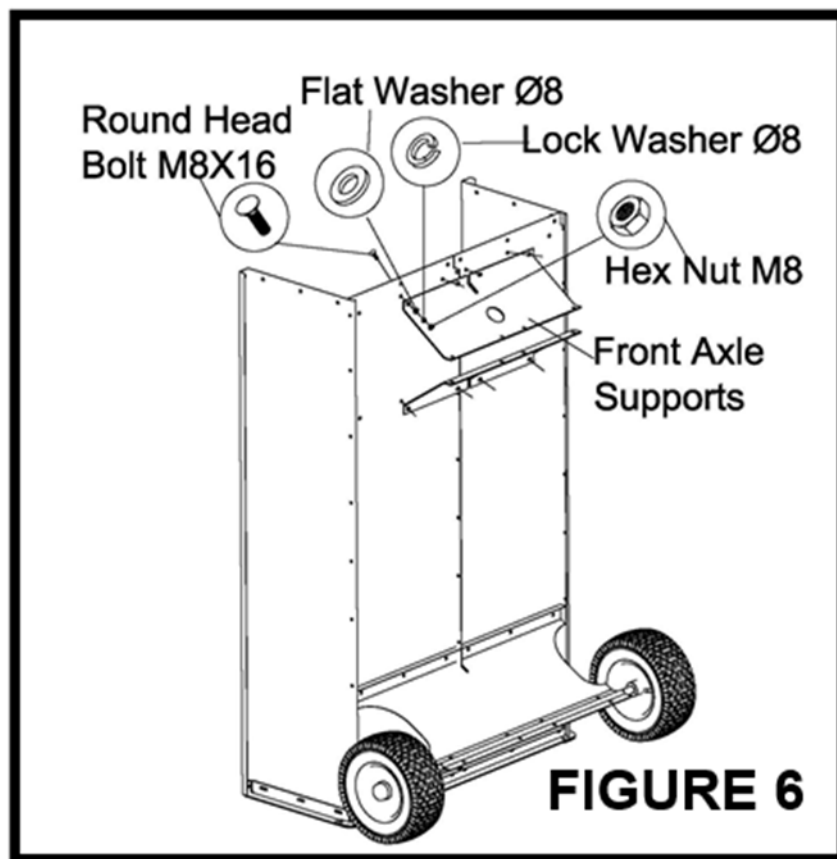

Abbildung 6
18. Befestigen Sie die beiden vorderen Achshalterungen mit zwölf M8X16- Rundkopfschrauben, Ø8-Unterlegscheiben, Ø8-Sicherungsscheiben und M8-Sechskantmuttern wie in **Abbildung 6** gezeigt am Wagen. **Noch nicht festziehen.**